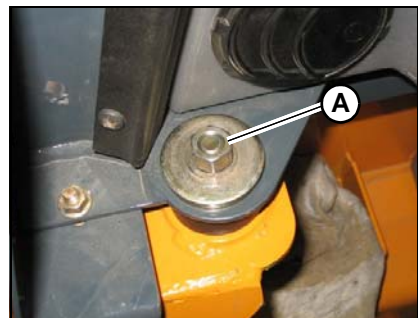

Figura 87 – Ferragens da estrutura ROPS/FOPS
2. Remova as ferragens (A, Figura 87) na parte da frente da estrutura ROPS/FOPS.
- Fixe a estrutura ROPS/FOPS na posição descida com as ferragens de fixação (A, Figura 87). Aperte com um binário de 43 N·m (32 lb·pé).